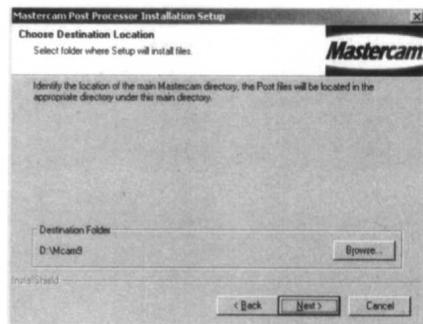

图 1-20
(12) 显示 Choose Destination Location (选择目标位置)，单击右下角的 Browse (浏览)，选择安装在 D 盘中，显示安装目录 D:\Mcam 9，如图 1-20 所示，单击“Next”（下一步）按钮。